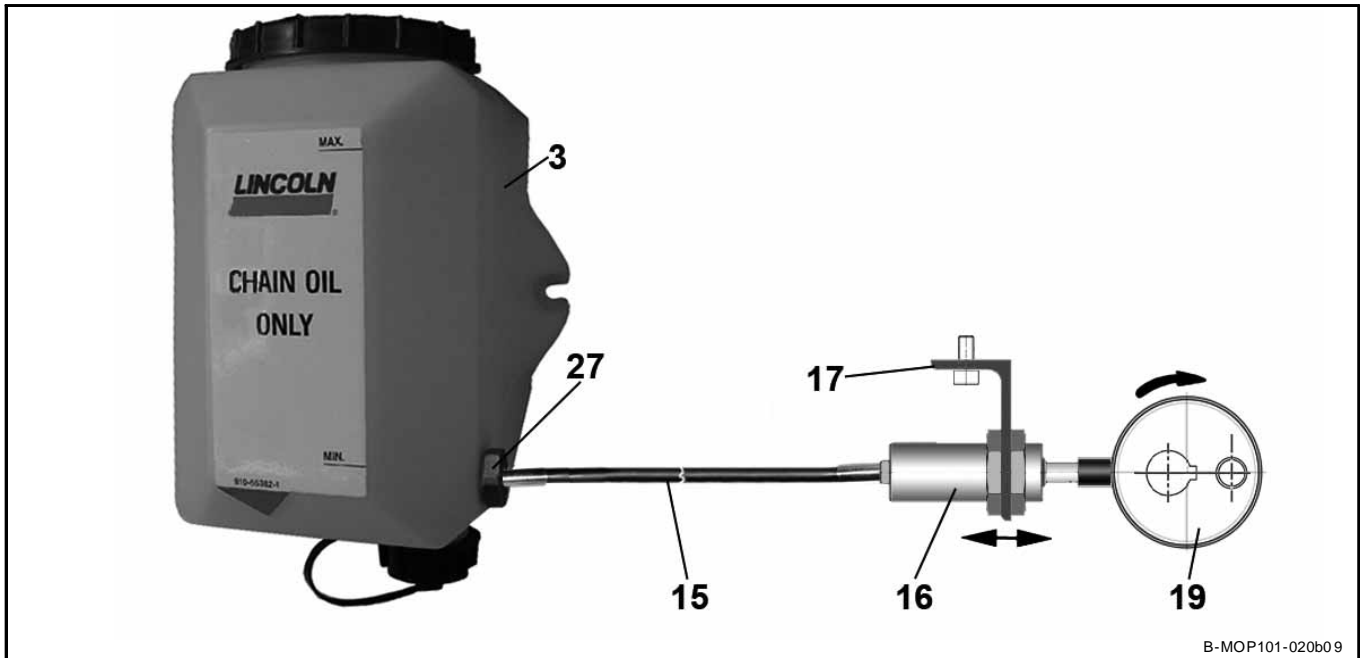

Abb. 2-1 Mechanischer Antrieb der MOP101
Zur Montage der Pumpenelement- (27, Abb. 2-1) und Schott-Verschraubungen (20, Abb. 3-2) muss die Konterverschraubung im Innenraum des Behälters festgehalten werden, um Beschädigungen der Behälterwand zu vermeiden (Anziehmoment 5 Nm +10%, geklebt mit Loctite 274).
- Montieren Sie einen geeigneten Exzenter 19 (Abb. 2-1) auf eine bereits vorhandene Antriebswelle (betreiberseitig).